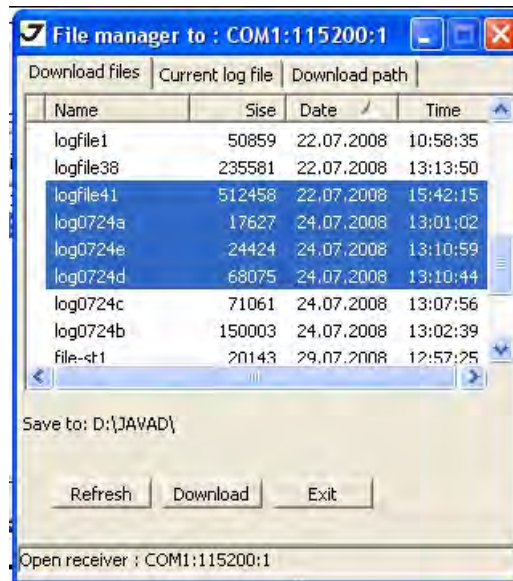

Рисунок 5-3. Закладка Download Files
5. Перейдите в закладку *Download files* и выберите файл(ы) для выгрузки (Рисунок 5-3).